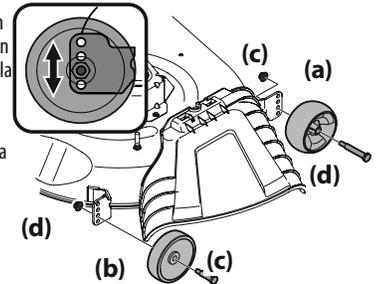

Figura 20
- Retire las ruedas delanteras (a) y traseras (b) de la plataforma retirando las tuercas de seguridad con brida (c) y los tornillos con reborde (d) que los sujetan a la plataforma. Consulte la Figura 20.